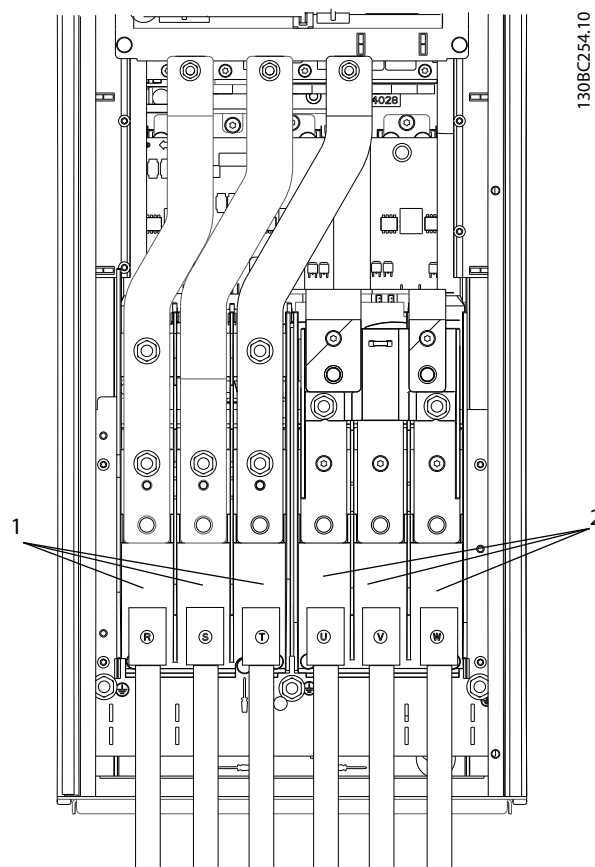

Bild 2.23 Anslutning till nätet (växelström)
- Anslut 3-fas växelströmsledning till plint L1, L2 och L3 (se Bild 2.23)